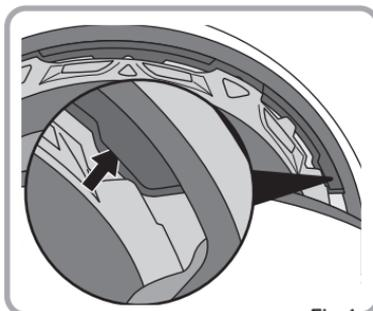

Fig.1
- ① Insérez la triplure dans les zones temporales comme montré sur la Fig.1.